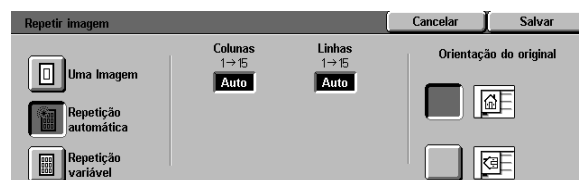

Figura 12: tela de detalhes Repetição automática de imagem
- **Repetição automática de imagem** (Figura 12)